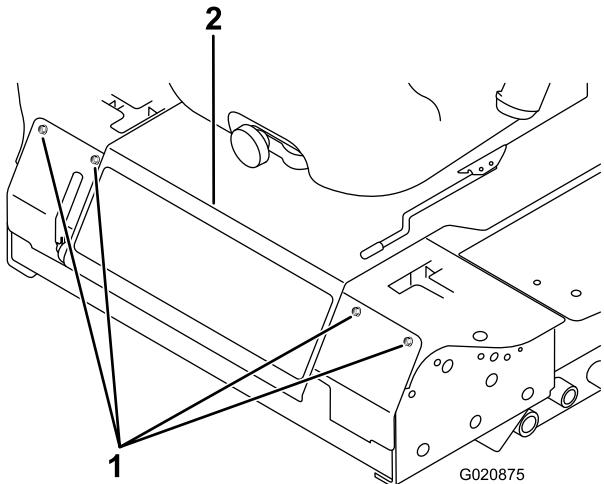

Figura 48
- Togliete i bulloni che fissano il pannello anteriore, e rimuovete il pannello (Figura 48).